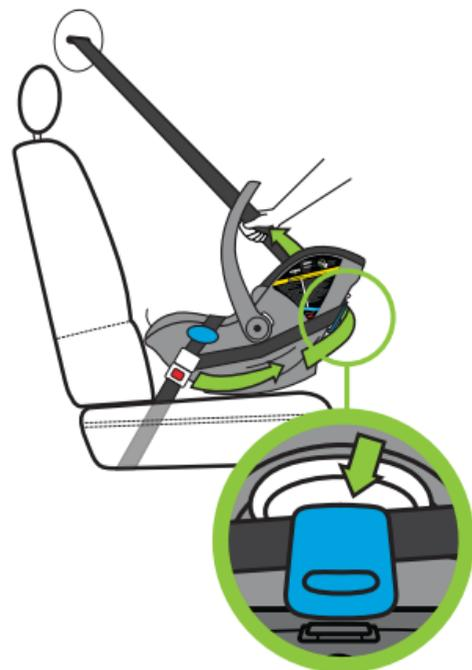

Figure 68
- Avec une main tenant fermement la ceinture d'épaule pour qu'elle ne se rétracte pas, enroulez-la autour de l'arrière du porte-bébé avec l'autre main et glissez la ceinture dans le guide bleu, comme illustré à la **Figure 68**.